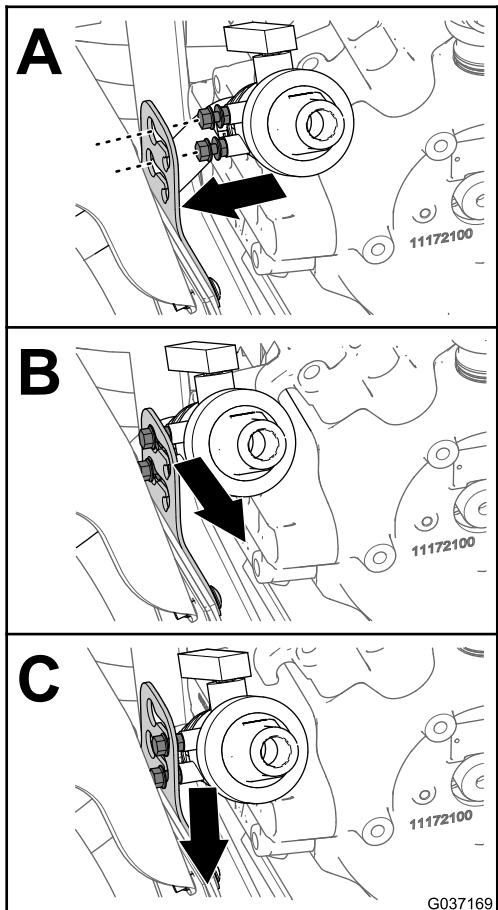

Figura 16
- Allineate i dadi di bloccaggio della valvola di spurgo ai fori degli intagli a U nella staffa della valvola di spurgo (A di Figura 16).
- Spostate verso l'esterno e verso il basso la valvola di spurgo per fissare la valvola alla staffa (B e C di Figura 16).